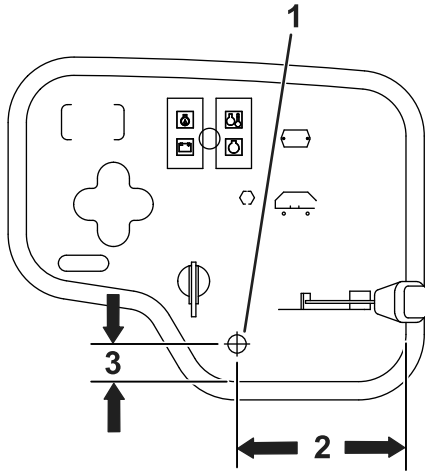

Figura 3
5. Utilizando as dimensões indicadas em Figura 3, localize, marque e faça um furo com 13 mm de diâmetro no painel de controlo.